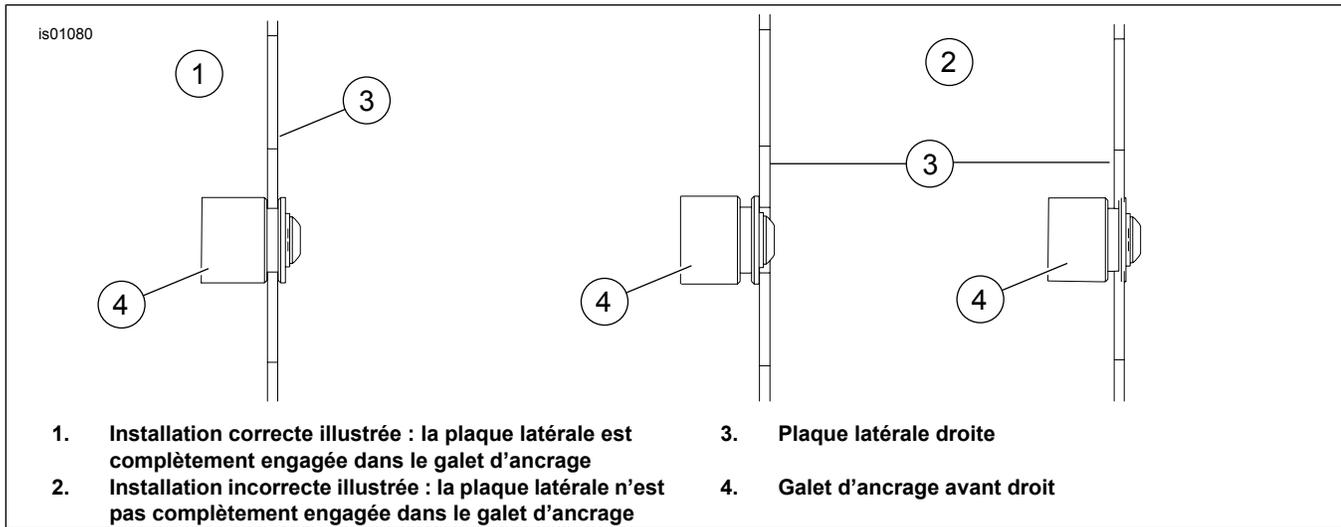
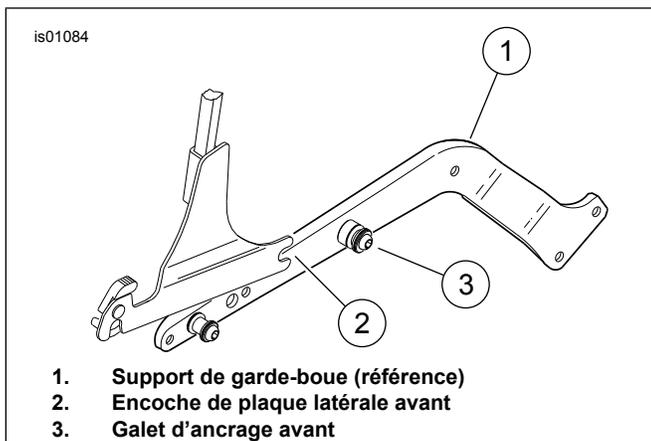

Figure 2. La plaque latérale doit être installée correctement dans le galet d'ancrage
Figure 3. Placer les encoches avant dans les galets d'ancrage avant
1. Voir Figure 2. Bien noter l'installation correcte (1) et incorrecte (2) de la plaque latérale (3) engagée dans le galet d'ancrage (4).
2. Voir Figure 3. Tout en se plaçant derrière la moto, placer les encoches de plaque latérale avant (2) dans les galets d'ancrage avant (3) tel qu'illustré à la Figure 3. (L'ensemble de plaque latérale de barre Sissy n'est pas entièrement montré dans cette illustration.) Voir Figure 2 pour des vues des positions correcte et incorrecte de la plaque latérale.
Vérifier l'alignement comme décrit à l'étape 2 et à la Figure 2. Si les galets d'ancrage et les plaques latérales ne sont pas alignés correctement, cela peut conduire à des dommages des galets d'ancrage arrière.
4. Pousser vers le bas et fermer les loquets tournants en poussant le levier de loquet le plus possible en avant tel qu'indiqué à la Figure 5. On peut entendre un déclic lorsque le loquet est en position. **Si le loquet ne se ferme pas facilement, ne pas forcer.** Revérifier l'alignement comme indiqué à la Figure 4 et la Figure 2.